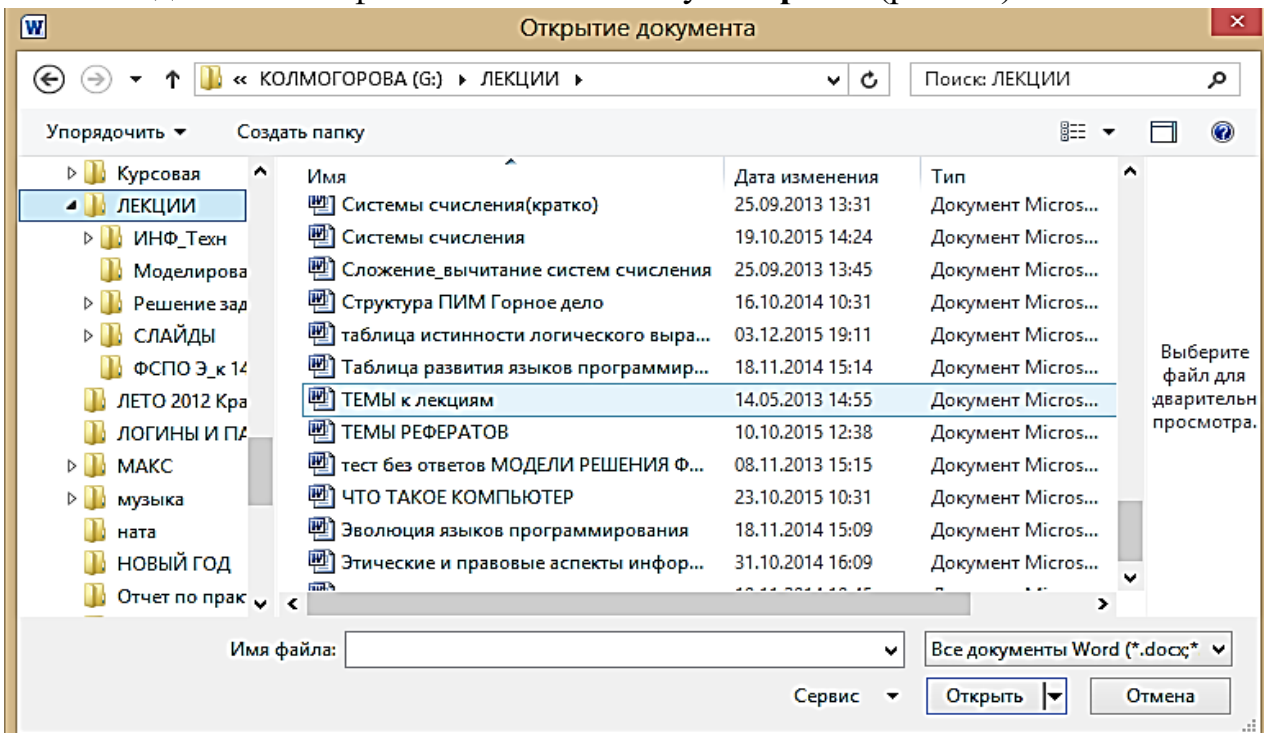

Рис. 12. Выбор открываемого файла
2. В окне **Открытие документа** перейти к папке или библиотеке, содержащей нужный файл, и щелкнуть два раза по значку открываемого файла или выделить этот файл и нажать кнопку **Открыть** (рис. 12).